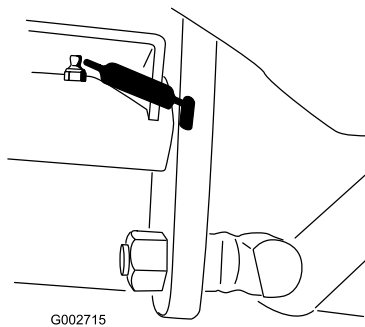

Figure 22
- Pivot de pédale de déplacement (1) (Figure 22)